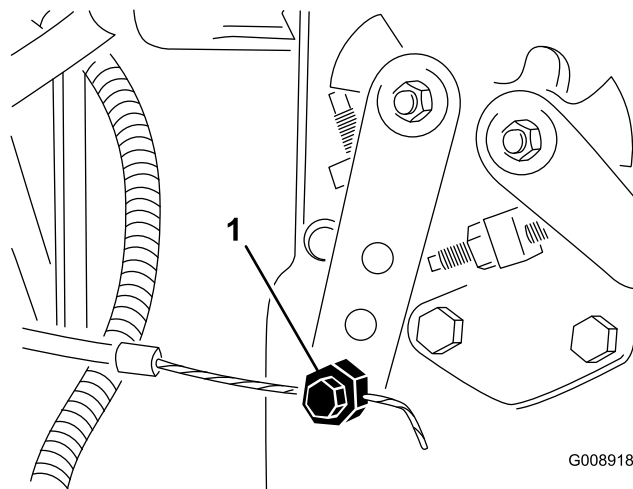

Figura 55
2. Allentate il raccordo del cavo dell'acceleratore sulla leva della pompa di iniezione (Figura 55).